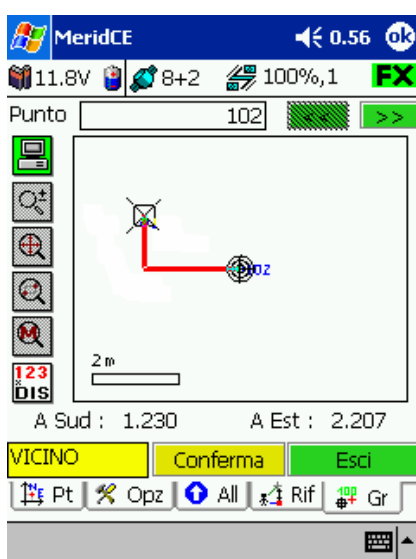

fig.99
- II. **VICINO** per distanza dal punto minore di 50 volte la tolleranza impostata, ad esempio tolleranza 0.03 m per distanze inferiori di $50 \times 0.03 = 1.5$ metri comparirà Vicino (fig. 99)